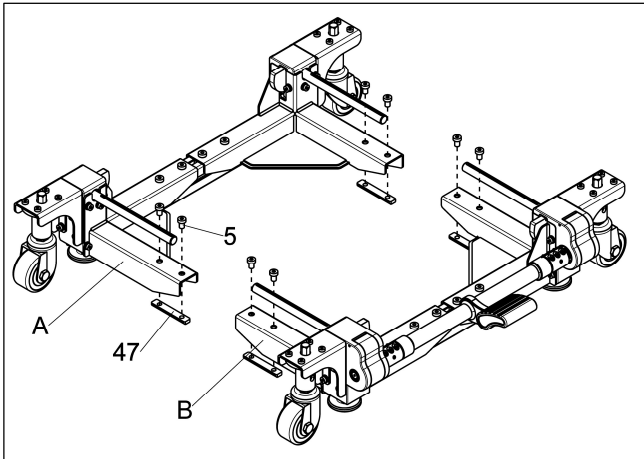

图 14
b.将步骤 a 拆下的紧固件“5”和锁紧块“47”预锁到后角架组件“A”和前角架组件“B”上。（见图 14）